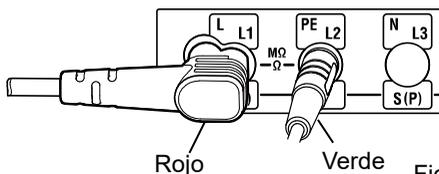

Fig. 8-2
(1) Seleccione CONTINUITY girando el selector giratorio.
(2) Inserte los cables de prueba en los terminales L y PE en KEW 6516/6516BT respectivamente como se muestra en la Fig. 8-2.